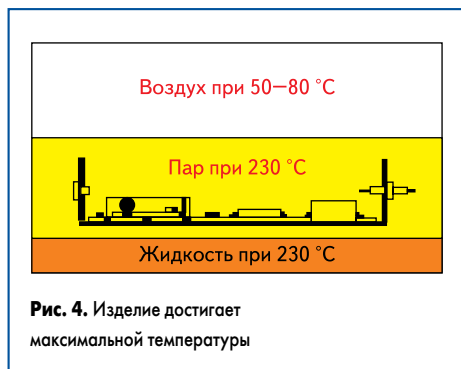

Рис. 4. Изделие достигает максимальной температуры
- Изделие достигает максимальной температуры — температуры пара (рис. 4). Эту температуру модуль не может превысить физически, как бы долго он не оставался в камере пайки.